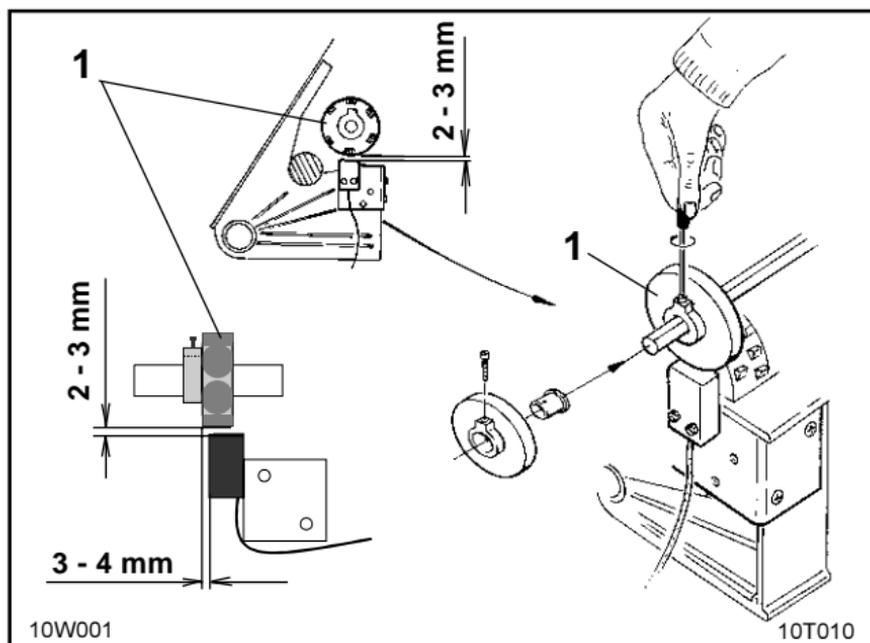

Fig. 10.4
- Fixez le support (fig. 10.4/1) avec les 6 aimants sur l'arbre de jalonage.